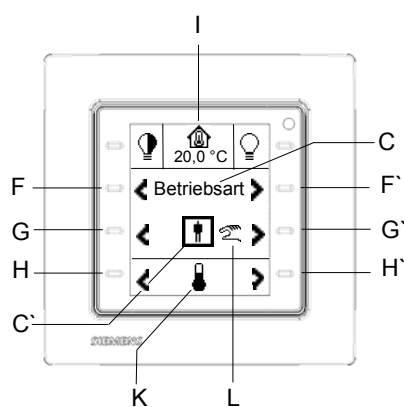

Bild: 22
Um zu den Displayseiten des Raumtemperaturreglers zu gelangen, navigiert man mit dem Tastenpaar (H und H[^]) in der untersten Zeile zur Funktionsgruppe „Raumtemperaturregler/Lüftersteuerung (K), siehe Bild 22. Mit dem Tastenpaar (F und F[^]) können nun die verschiedenen Einstellseiten des Raumtemperaturreglers/Lüftersteuerung ausgewählt werden. Dies sind die Displayseiten:
- zur Einstellung der Raumbetriebsarten, Automatik (Bild 22),